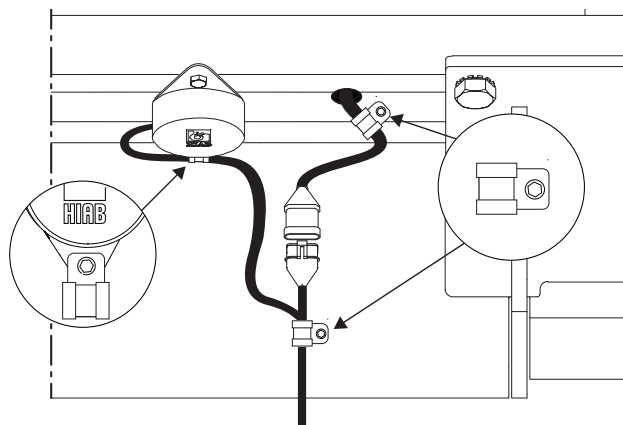
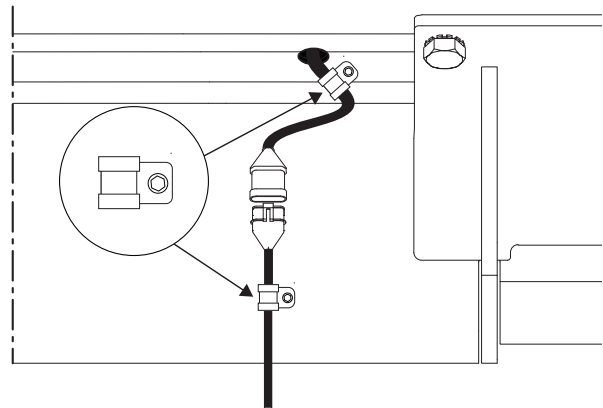

Figura 42. Conexión de cables en puente con luces de aviso, o luces de aviso y dispositivos de mando con el pie
Figura 43. Conexión de cables en puente con dispositivo de mando con el pie exclusivamente
1. En un puente equipado con dispositivo de mando con el pie exclusivamente, conectar los cables suministrados al cable del dispositivo de mando con el pie, véase Figura 43. En un puente con luces de aviso, o luces de aviso/dispositivo de mando con el pie, conectar los cables suministrados al sensor de ángulo y conectar este a los cables del dispositivo de mando con el pie/las luces de aviso, véase Figura 42.